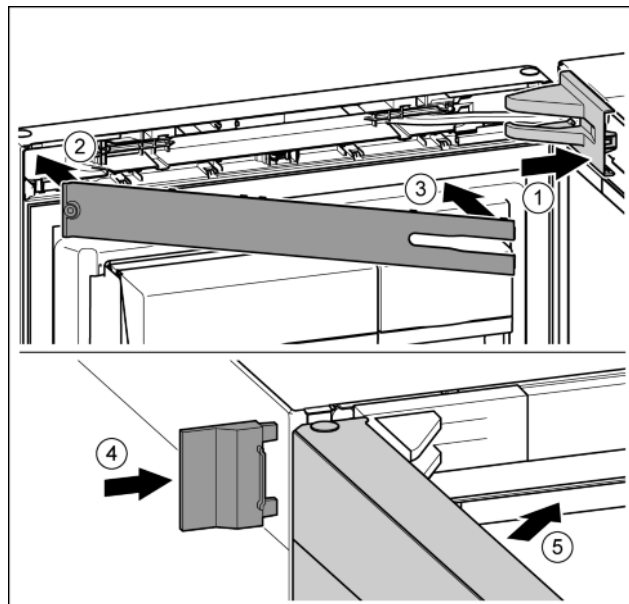

Fig. 43
- ▶ Крышку опорного кронштейна установить и зафиксировать, при необходимости, осторожно разжать. Fig. 43 (1)
- ▶ Установить накладку. Fig. 43 (2)
- ▶ Наклонить и защелкнуть накладку. Fig. 43 (3)
- ▶ Надвинуть внешнюю крышку. Fig. 43 (4)
- ▶ Закрывать верхнюю дверь. Fig. 43 (5)